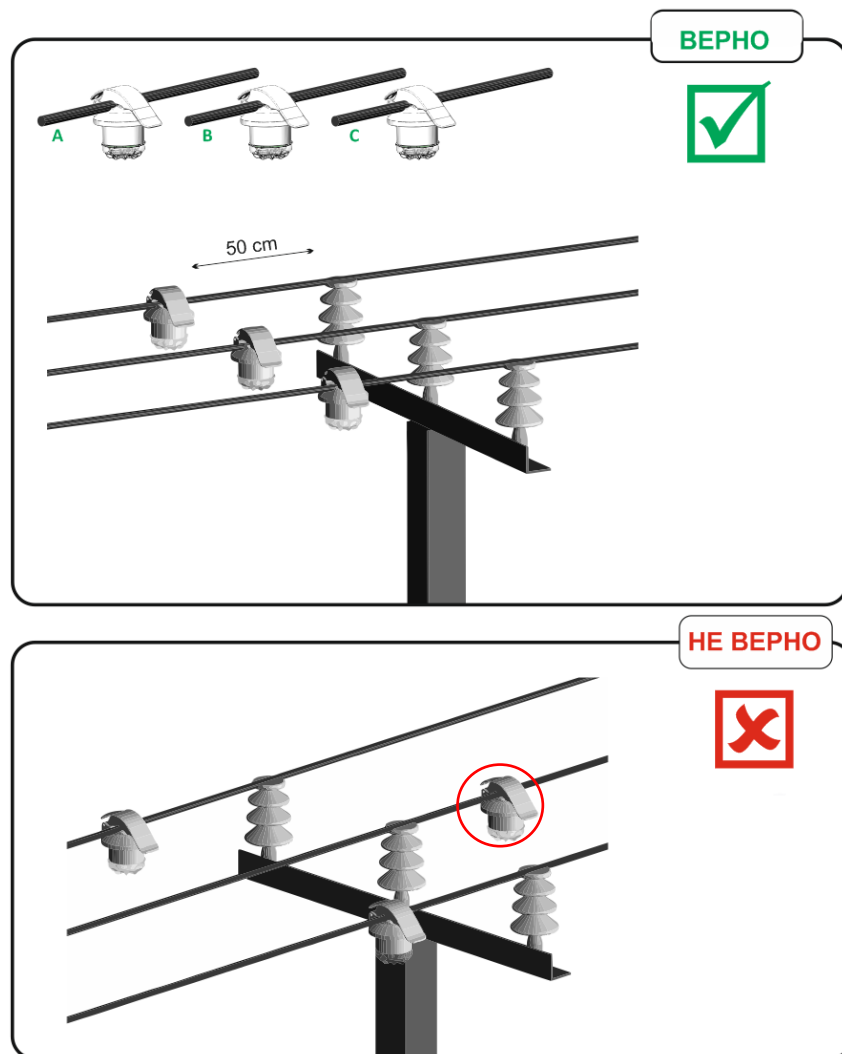
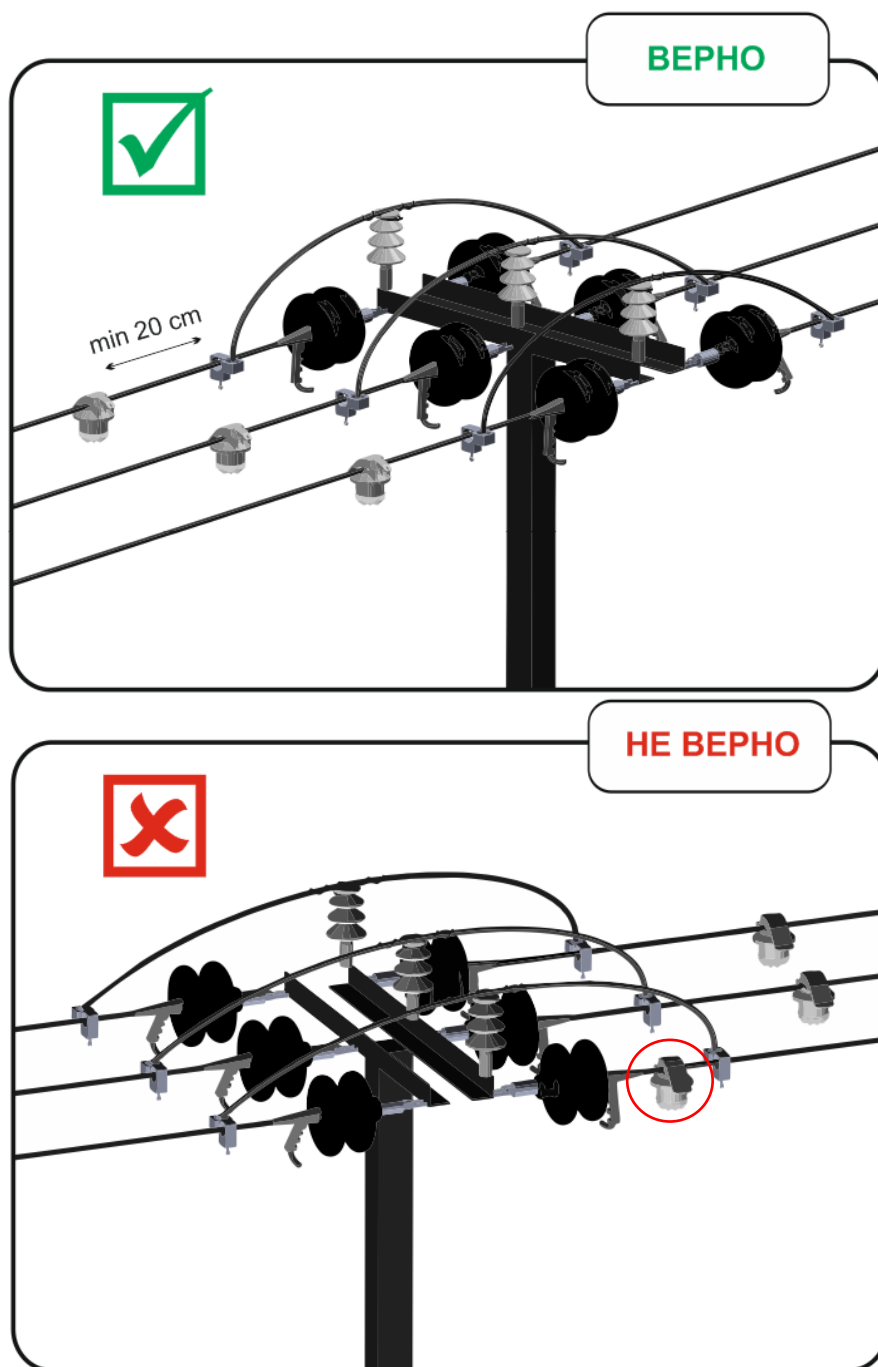

Рисунок 12 – Пример установки комплекта индикаторов ИКЗ-В31
Рисунок 15 – Пример установки комплекта индикаторов ИКЗ-В31
2.4.2 Индикаторы устанавливаются непосредственно на провод на расстоянии 0,5-10 м от изоляторов. Примеры установки устройств комплекта индикаторов ИКЗ-В31 на линию приведены на рисунках (см. Рисунок 12 - Рисунок 15).